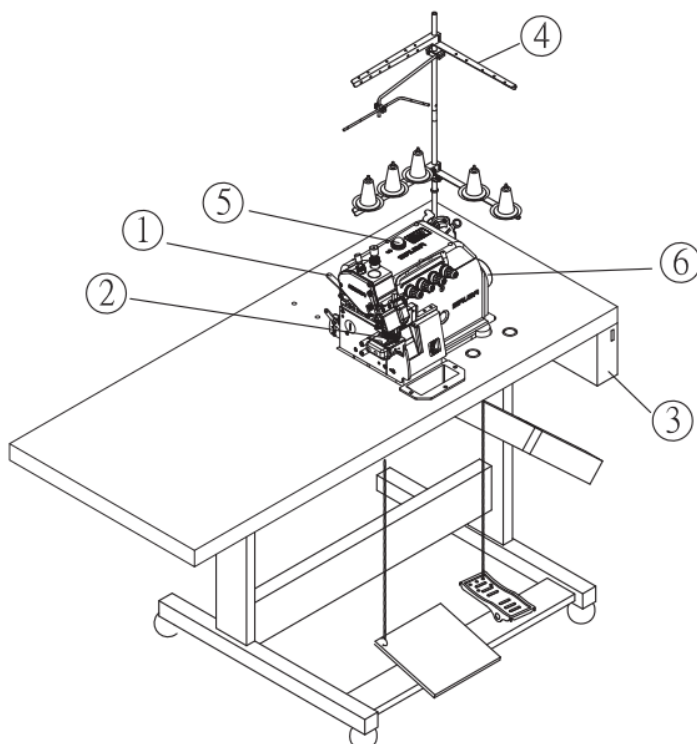

Рис.5
- (1) Подъемный рычаг (рис. 5)
- (2) Прижимная лапка
- (3) Блок управления
- (4) Стенд для ниток
- (5) Окно указателя уровня масла
- (6) Маховик